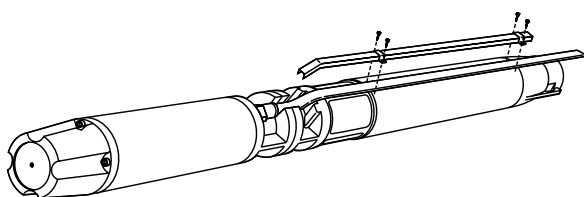

fig. 5
- Colocar los cables eléctricos en la parte externa de la bomba y recubrirlos con las protecciones entregadas a expreso con la bomba (fig. 5).